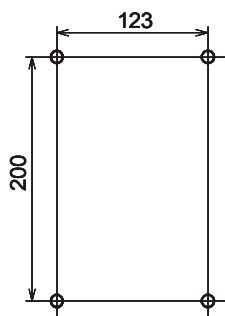

Рисунок 5.2.
5.2 Блок релейного расширения устанавливается на вертикальную поверхность с помощью шурупов или винтов (рисунок 5.2).